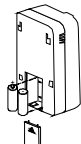

Fig. 4
5. Abra la tapa de la batería presionando hacia abajo sobre la tapa a presión (Fig. 4).